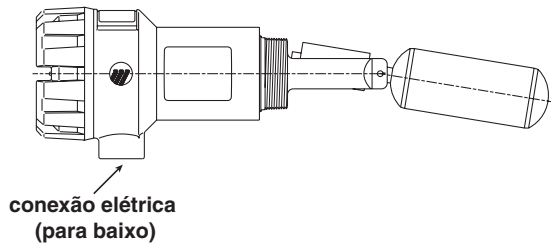

Figura 2
3. Usando uma chave de tubo, gire o instrumento no sentido horário até que as roscas estejam firmes no local. Veja se a entrada para conexão elétrica está virada para baixo. Veja a Figura 2.